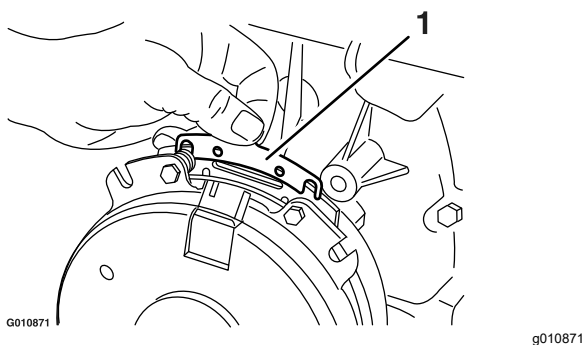

**Figure 71**
- A. Desserrez les boulons de fixation du frein d'un demi à un tour complet, comme montré à la Figure 71.